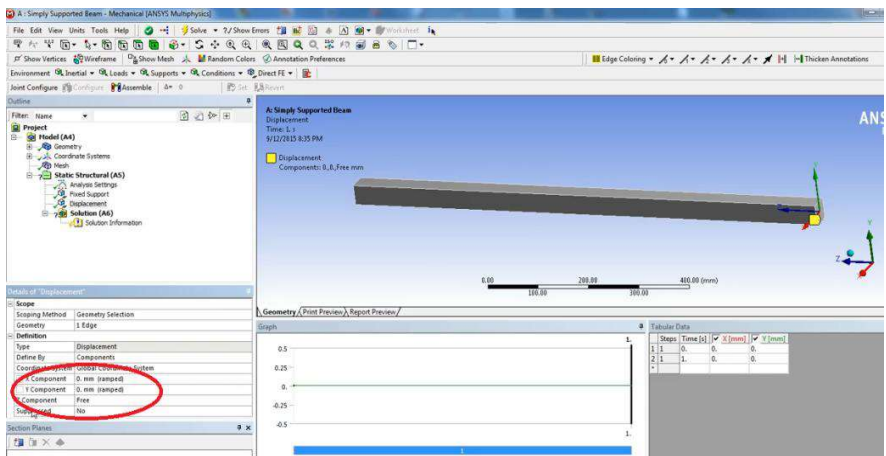

Рис. 9. Варіант закріплення правого краю балки
4.6. Задаємо варіант закріплення правого краю балки (рис. 9):